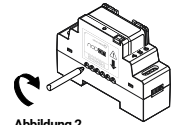

Abbildung 2
- 4 Ziehen Sie die 6 Schrauben des Moduls fest, um die beiden Teile aneinander zu befestigen (siehe Abbildung 2).